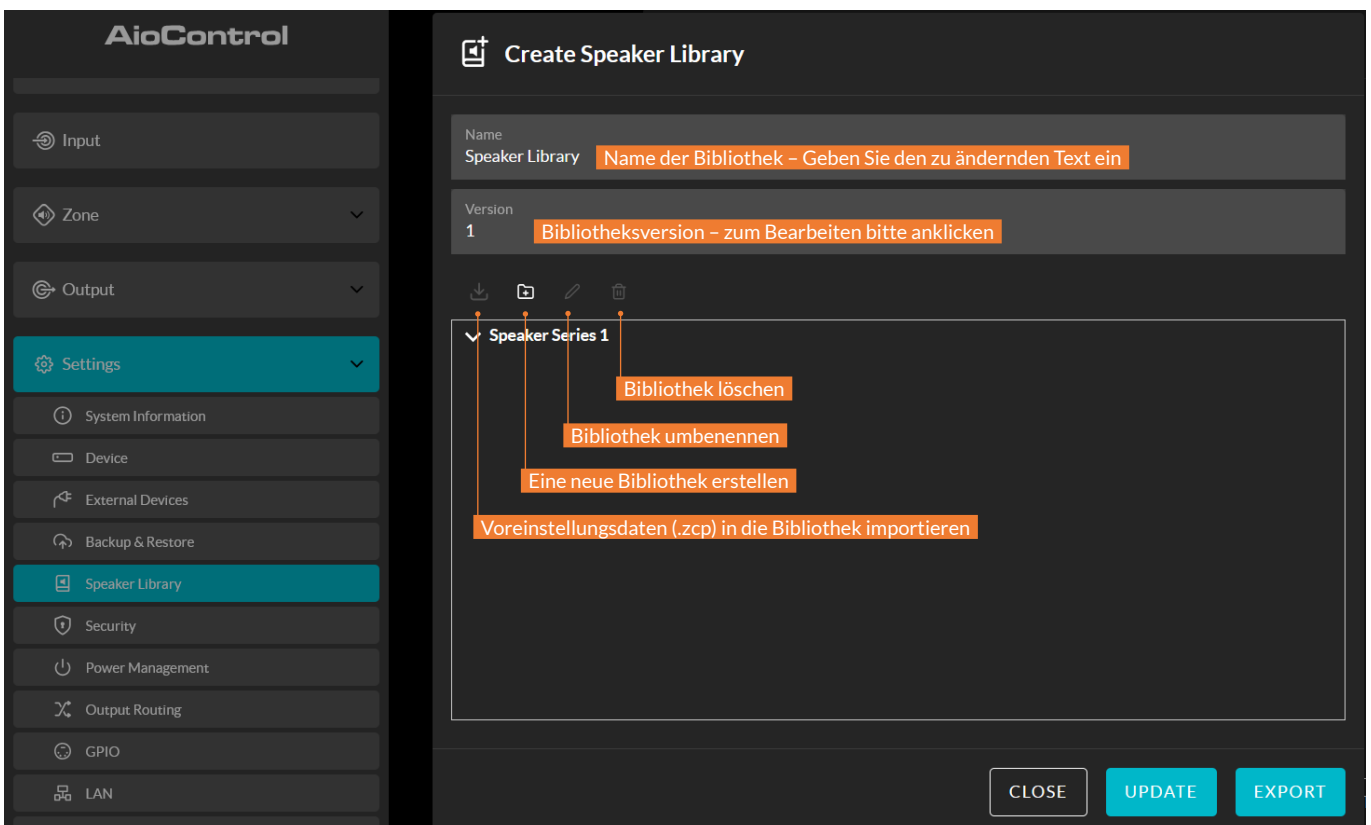

Abbildung 6N: Erstellung und Verwaltung der Lautsprecherbibliothek
- Über das Menü „**Speaker Library**“ können Sie die Bibliotheken mit Lautsprecher-Voreinstellungen verwalten. Sie können neue Bibliotheken mit Lautsprecher-Voreinstellungsdateien (.zcl) erstellen oder bereits vorhandene importieren sowie bestehende Bibliotheken bearbeiten oder vollständig löschen. Abbildung 6N veranschaulicht die Erstellung und Verwaltung von Lautsprecher-Voreinstellungsbibliotheken.